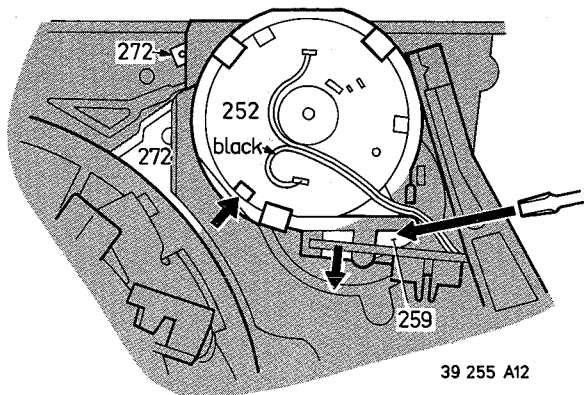
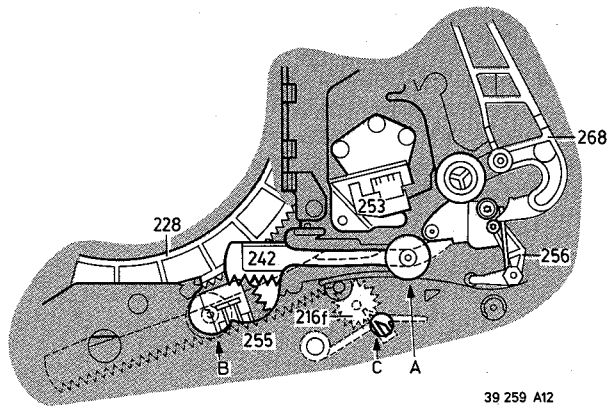
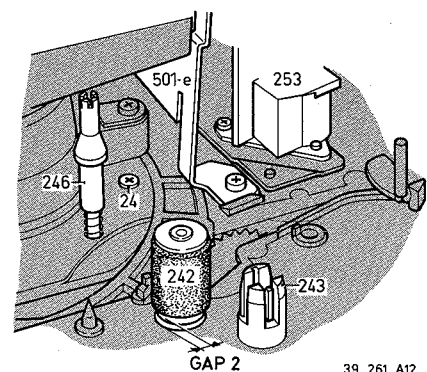

Fig. 3-1-11
Fig. 3-1-13
Fig. 3-1-16
Anschlußdrähte des Motors (Abb. 3-1-11) ablöten (Reihenfolge beachten).
Motor in Halterung einsetzen, bis Klemmhaken einrasten; dabei ist zu beachten, daß sich die Zentrierstifte der Halterung in den Zentrierlöchern des Motors befinden. Gleichzeitig soll die Nut im Motordeckel sich in der richtigen Position befinden (siehe Pfeil - Abb. 3-1-11); Peese Pos. 271 montieren.
- Soweit einfädeln, bis Anpreßrolle in Pos. A steht (Abb. 3-1-13). Zum Einfädeln kann eine (kleine) 9V-Batterie verwendet werden, indem sie mit dem Fädelmotor (Pos. 252) verbunden wird (Tasten), dabei ist Stecker von P 678 abzuziehen. Es kann aber auch ohne Batterie durch Drehen der Kurbel (Pos. 259) mit Hilfe eines Schraubenziehers eingefädelt werden (Abb. 3-1-11).
- Durch Loch in Oberplatte Arretierungshebel C (Abb. 3-1-13) nach vorne schieben, bis Zahnrad (Pos. 216 f) nach unten gedrückt werden kann.
- Zahnrad mit Pinzette erst dann hochheben, wenn Anpreßrolle wieder in Pos. A ist (Abb. 3-1-13) (dabei Anpreßrolle leicht bewegen). Kontrolle der richtigen Position Anpreßrolle zu Einfädelring
- Ausfädeln der Anpreßrolle bis Pos. B (Abb. 3-1-13). Anpreßrolle muß in Endlage B etwas Spiel haben. GAP-2 Abb. 3-1-16.
- Anpreßrolle befindet sich in Position B (Abb. 3-1-13) mit Spiel, und Schwenkrad läßt sich bewegen mit Spiel in den Endlagen, Einstellung 3.2.4. überprüfen.